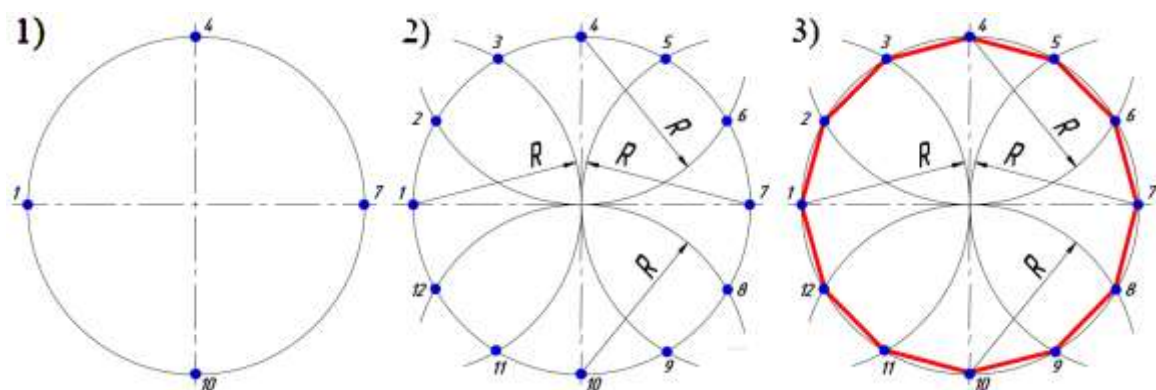

Рис.4
- 3) Описываем дуги 4 раза из точек 1, 4, 7, 10 (рисунок 4).